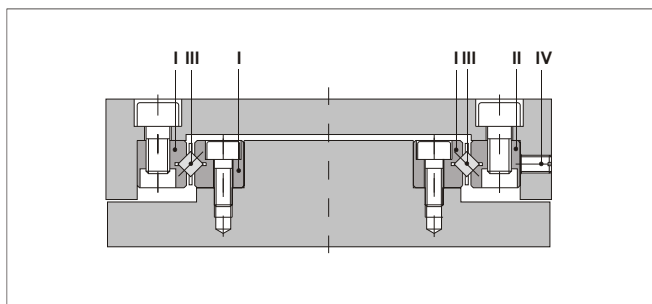

Figure 2
- Pour le montage, presser les guidages longitudinaux Fig. 2 (I) contre la surface de contact et serrer fermement les vis de fixation. Contrôler ensuite le parallélisme des rails (I).
- Montage du guidage longitudinal Fig. 2 (II): Ne serrer que légèrement les vis de fixation.
- Lors de l'introduction des cages avec les éléments de roulement Fig. 2 (III) dans les guidages longitudinaux pré-assemblés, s'assurer tout particulièrement que les cages ne dépassent pas aux extrémités des guidages longitudinaux.
- Pour chaque vis de fixation, mettre en place une vis de réglage Fig. 2 (IV) dans le chariot. Les filetages doivent être de la même taille. La taille du filetage de la vis de réglage figure dans le tableau.
- Les vis de réglage Fig. 2 (IV) permettent de régler l'absence de jeu du guidage. Le réglage de l'absence de jeu des guidages longitudinaux est plus fin en compensant le poids propre des éléments du chariot en les soulevant.
- Serrer ensuite les vis de fixation du rail de guidage Fig. 2 (II).